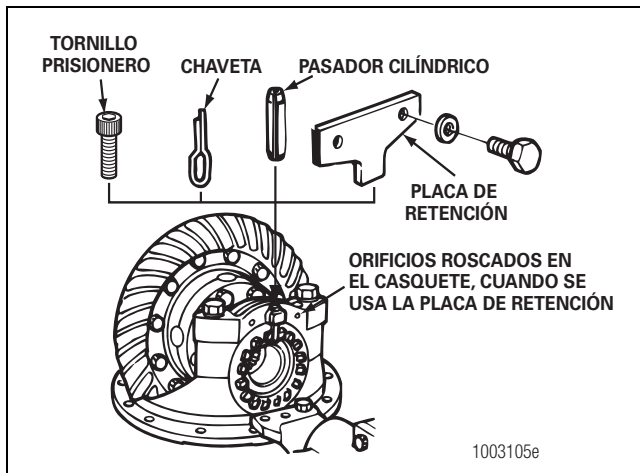

Figura 5.76
- A. Instale los tornillos prisioneros entre las orejetas del anillo de ajuste y a través del resalto del casquete del cojinete. Los tornillos prisioneros nuevos incluyen un parche adhesivo que sólo puede usarse una vez. Si va a instalar tornillos prisioneros usados, aplique adhesivo de roscas Loctite® a los hilos antes de instalar los tornillos prisioneros. Figura 5.76.
- B. Instale las chavetas entre las orejetas del anillo de ajuste y a través del resalto del casquete del cojinete. Doble los extremos de la chaveta alrededor del resalto. Figura 5.76.
- C. Use un punzón y un martillo para instalar el pasador cilíndrico a través del resalto en el casquete del cojinete hasta que el pasador cilíndrico esté entre las orejetas del anillo de ajuste. Figura 5.76.
- D. Instale la placa de retención en el casquete del cojinete de manera que la pestaña esté entre las orejetas del anillo de ajuste. Instale los dos tornillos prisioneros y arandelas que sujetan la placa de retención al casquete del cojinete. Apriete los tornillos prisioneros al valor de torsión correcto. Consulte la Sección 8. Figura 5.76.